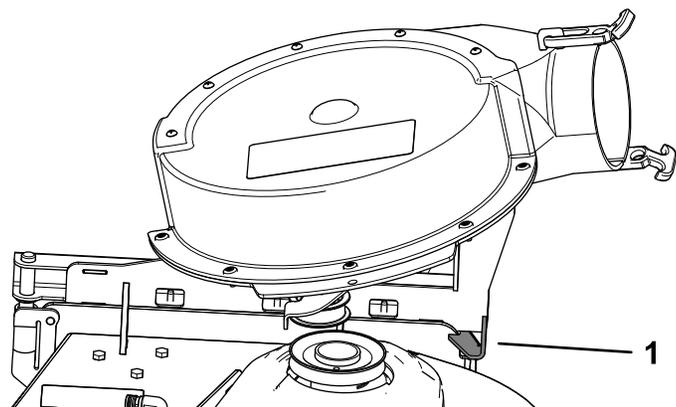

Figure 14
**Remarque:** Le ventilateur doit se verrouiller automatiquement en place, comme montré à la Figure 14.